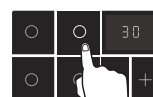

Рисунок 15
5. Коснитесь кнопки выбора конфорки. Загорится индикатор соответствующей конфорки, а на дисплее отобразится оставшееся время ее работы. Рисунок 15.